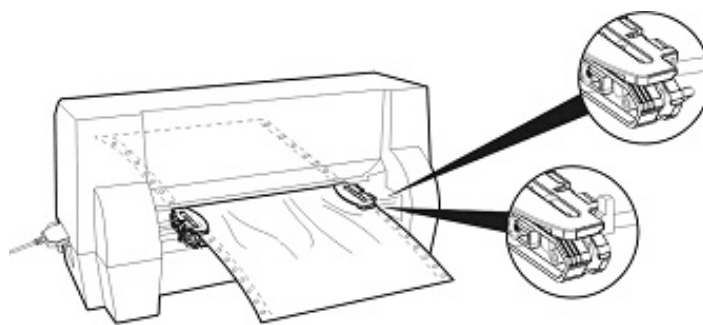

图 3-9 调整连续纸的过孔安装位置
6. 如纸张皱折，表示纸张安装得不平行，请修正连续纸的过孔安装位置（如图 3-9）。